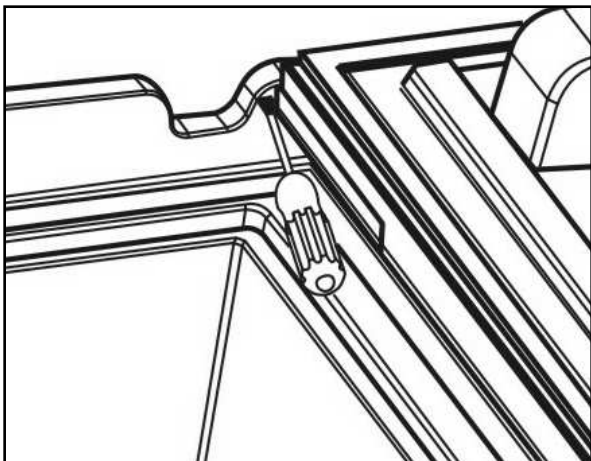

Figure 10.
- Démontez les 6 vis (1) du cadre inférieur, puis retirez le cadre.
- Ouvrez la porte, puis retirez l'axe de la charnière (2) de la charnière supérieure en utilisant un tournevis, puis appuyez sur l'axe pour le faire sortir. (fig. 10)
- Retirez l'axe de la charnière inférieure (3) et les supports supérieur et inférieur de charnière (4) en procédant de la même manière que pour l'axe de la charnière supérieure.
- Fixez l'axe de la charnière (3) inférieur du côté désiré.